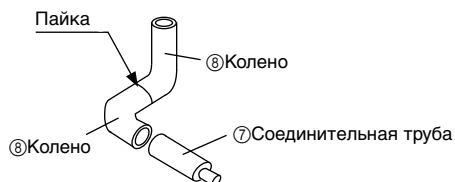

Рис. 1
- (1) Выньте медную заглушку и резиновое уплотнение, прикрепленное к трубопроводу и фланцу распределителя (газ) (опция).
- (2) Выполните сборку извне прибора, используя колено (8) указанной формы и припаяйте. (см. Рис. 1.) В случае типа 600 припаяйте также соединительную трубу (7).